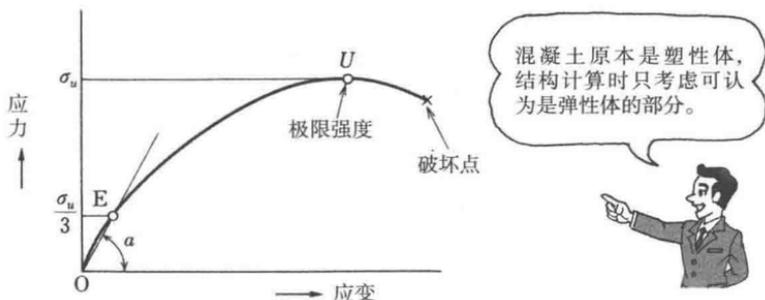

图 1.2 混凝土的应力 - 应变曲线
(2) 混凝土为**塑性体**。混凝土的应力 - 应变曲线如图 1.2 所示, 图 1.2 中曲线无直线变化段。
(3) OE 段被认为是混凝土可以安全使用的区域, 该区域内应力和应变近似直线变化, 可认为混凝土在该范围内为弹性体, 并由此确定弹性模量。